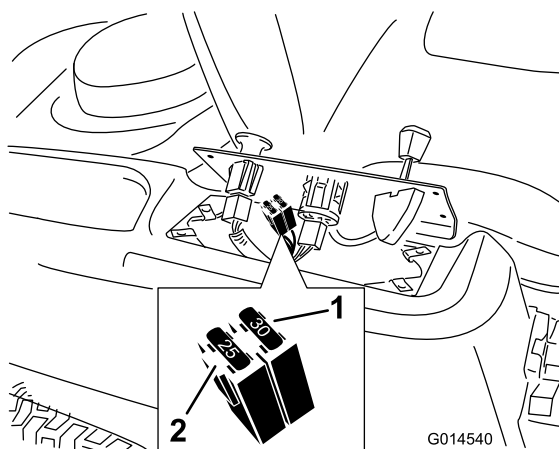

Figura 45
2. Levante o painel de controlo para ter acesso à cablagem principal e ao bloco de fusíveis (Figura 45).
3. Para substituir fusíveis, puxe o fusível para o retirar (Figura 45).